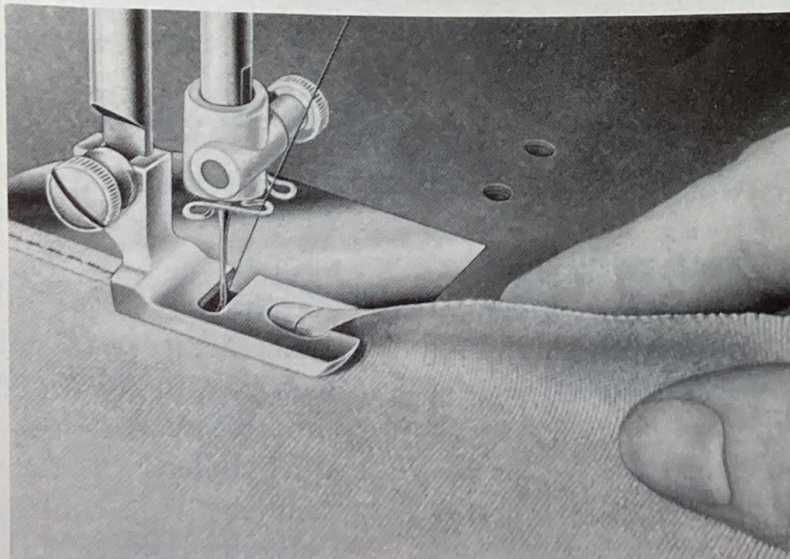

Abb. 32
b) Das Säumen mit dem Breitsäumer (Abb. 32)
Stiche und zieht dann den Saumanfang zusammen mit den nichtvernähten Fadenenden leicht nach hinten, bis der Transporteur den Saum gut gefaßt hat. Um einen glatten, gleichmäßigen Saum zu erzielen, hält man die Kante des Stoffes mit Daumen und Zeigefinger aufrecht und läßt den Stoff zwanglos in gerader Richtung in die Säumerzunge einlaufen, und zwar so viel, daß der Stoff die Zunge gerade ausfüllt (Abb. 32). Es ist gut, wenn der Stoff beim Führen ein wenig angehoben wird. Sollte zuviel Stoff in den Säumer einlaufen, so muß die Kante ein wenig nach rechts, im entgegengesetzten Falle eine Kleinigkeit mehr nach links gehalten werden.